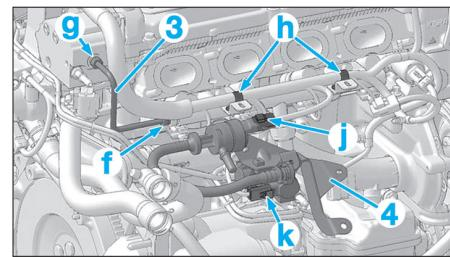

Fig. 29
- Désaccoupler les tuyaux d'alimentation carburant (1).
- les tuyaux d'alimentation carburant (2) en "c",
- Déposer les tuyaux d'alimentation carburant (2).
- Dégrafer et écarter le faisceau électrique en "h" (Fig.29).